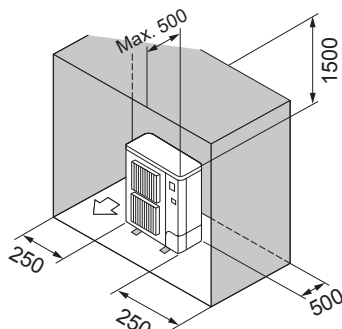

Fig. 2-12
- ⑥ Enbart hinder på baksidan, sidorna och ovsidan (Fig. 2-12)